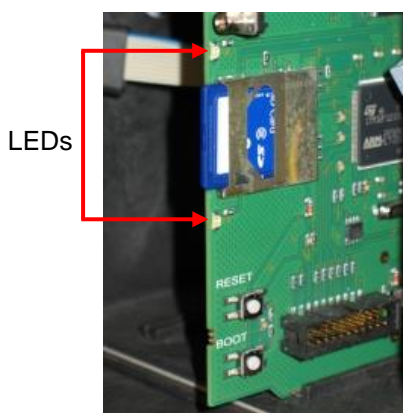

Figure 31
8. Le Testomat redémarre et procède à la mise à jour. Sous ce mode, aucune publication n'est faite, et le statut est affiché via les voyants de la carte SD (voir figure 31) ainsi que les voyants de la platine de commande (voir figure 33 à la page 71). La progression de la programmation s'affiche sous forme de barres à 5 voyants LED sur la platine de commande : En premier clignote uniquement lentement le voyant LED 1 (à côté du connecteur pour la platine de base) (une fois toutes les 2 secondes), puis il reste allumé, et le voyant LED suivant commence à clignoter. Cette opération se répète jusqu'à ce que tous les voyants LED restent allumés en permanence. La mise à jour du micrologiciel est alors terminée. Le Testomat démarre automatiquement avec le nouveau logiciel d'exploitation. La mise à jour complète du micrologiciel dure env. 70 secondes.